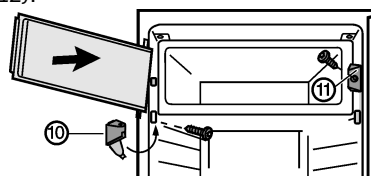

Fig. 7 \*
- ▶ Установите запирающий элемент Fig. 7 (11)\*.
- ▶ Установите кронштейн Fig. 7 (10) и примкните крышку.\*